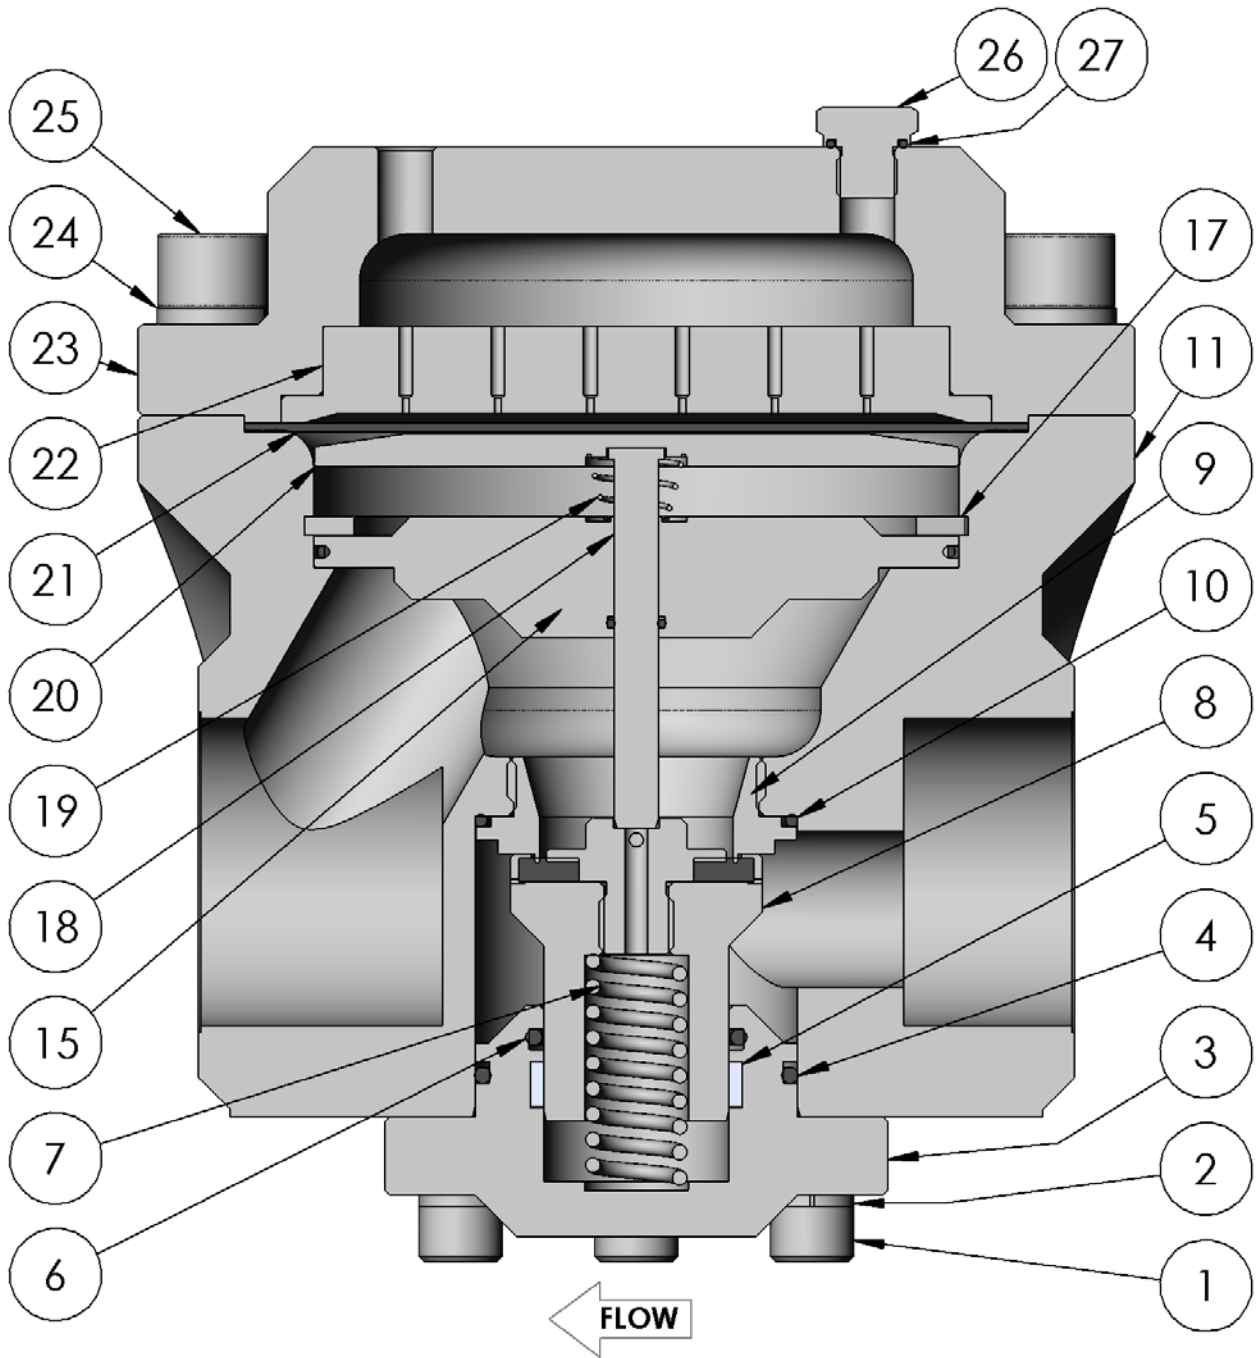

図 9
9. RD30 シリーズのみ、ポペット・ステム(18)をボディ・プレート(15)に挿入します(図 9 参照)。